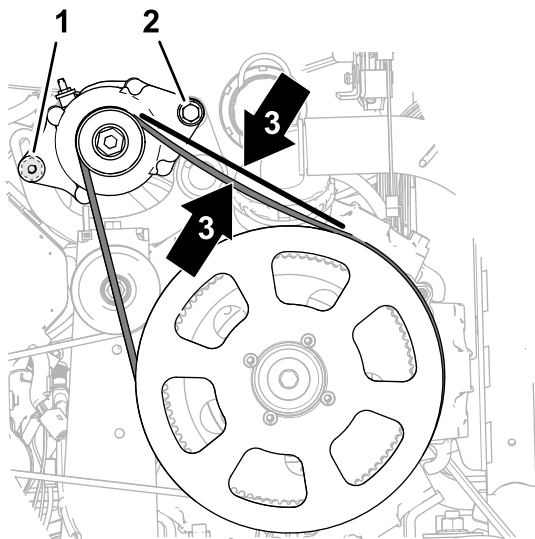

Рисунок 186
- Поворачивайте генератор (Рисунок 186) вверх для увеличения натяжения ремня до тех пор, пока отклонение ремня не составит 9,5 мм при воздействии усилия 4,5 кг посередине между шкивом генератора и ведущим шкивом 279 мм.